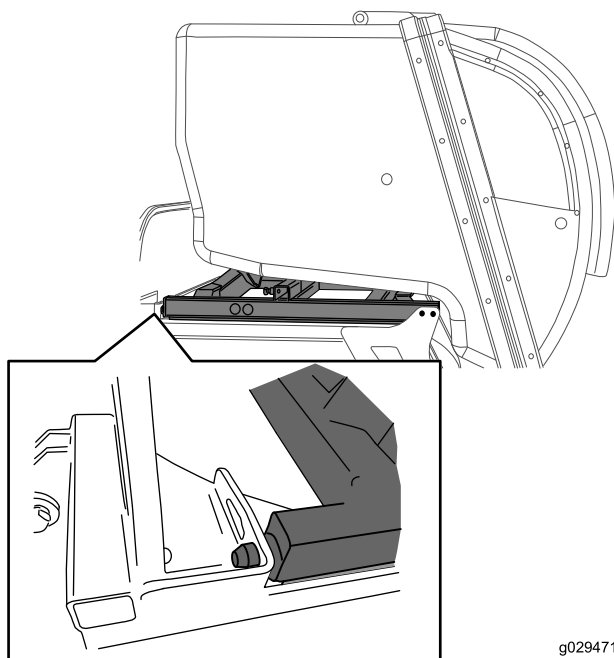

Figura 8
3. Sul lato sinistro della macchina, allentate la fascetta stringitubo sul flessibile della linea di sfiato e fate scorrere il flessibile verso il basso lungo il tubo in metallo (Figura 8). Serrate la fascetta stringitubo.
4. Fate scorrere il gruppo di raccolta ad alto sollevamento in avanti, in modo che le linguette sulla parte anteriore del refrigeratore siano a livello della piastra sul telaio portante (Figura 7) e che le linguette sul telaio in acciaio del gruppo di raccolta ad alto sollevamento siano posizionate all'interno dei fori nel telaio portante, come illustrato nella Figura 8.